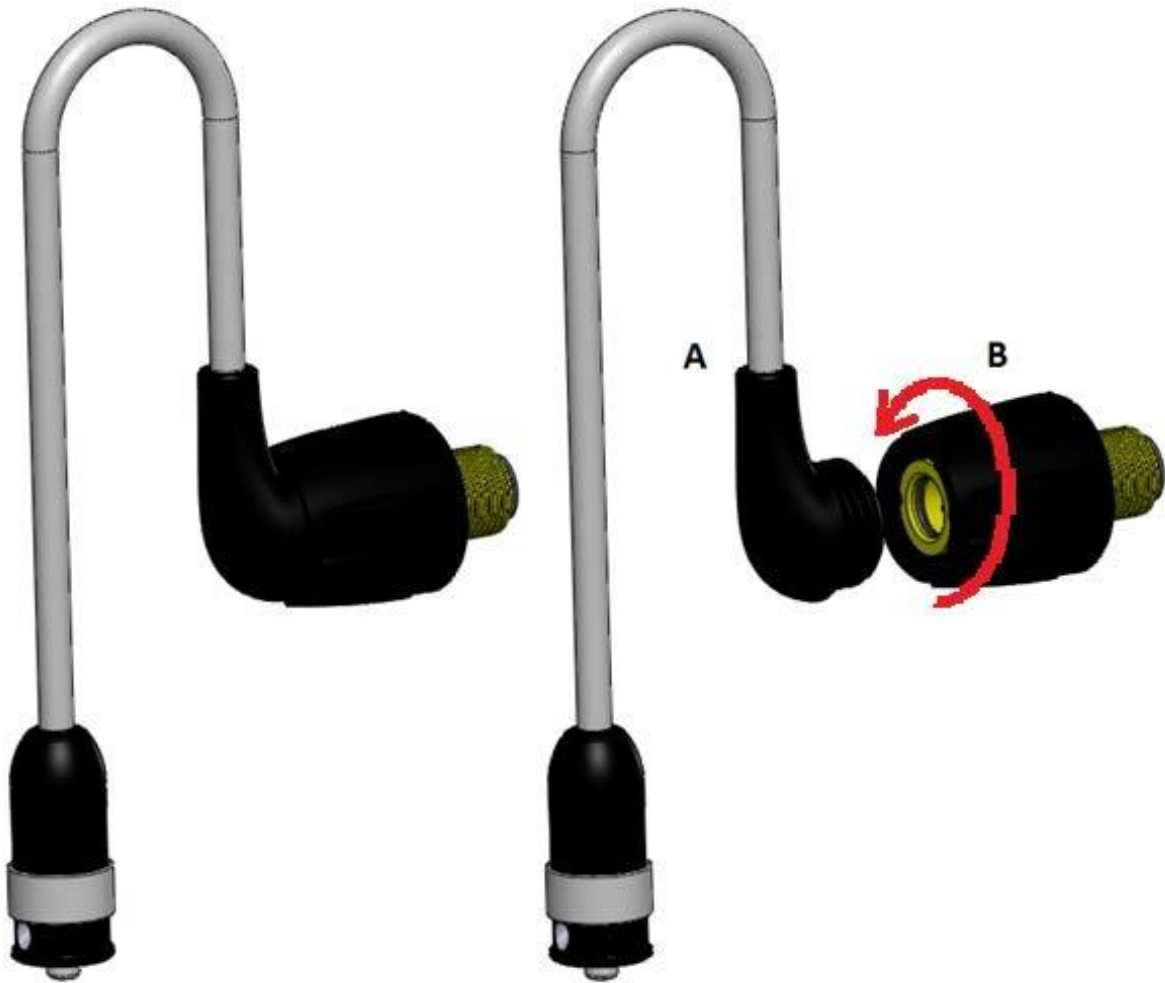

Abbildung 14
Düse (A) und Schnellanschluss (B) – siehe Abbildung 14. Um die Düse abzunehmen, muss die schwarze Seite von Teil B im Uhrzeigersinn gedreht werden.